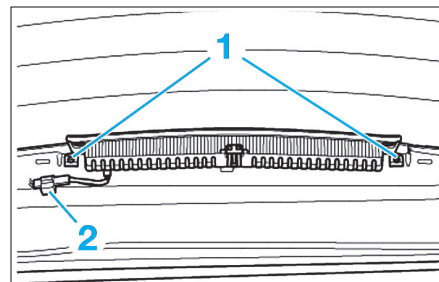

Fig. 72
• Tirer la bride de fixation (6) vers l'arrière, puis retirer le feu arrière (3) par le haut.
• Déposer les vis de fixations (1) (Fig.72).